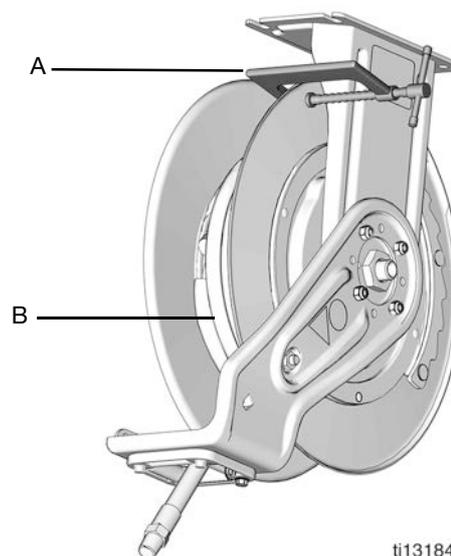

FIG. 24
2. Extienda completamente la manguera (B) y enganche el carrete (FIG. 24).
3. Fije una abrazadera en C (A) en la brida del carrete para evitar que se suelte sin querer y gire libremente (FIG. 24).
9. Fije el extremo de manguera (B) en la pieza giratoria del carrete de manguera (C). Luego, saque con cuidado la abrazadera en C (D) (FIG. 24, página 27).
10. Tire suficientemente fuerte de la manguera (B) para soltar el enganche y dejar que la manguera se retraiga lentamente.